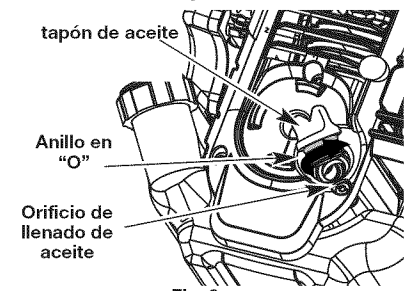

Fig. 8
- Saque el tapón de aceite/varilla de medición del cigüeñal (Fig. 8).